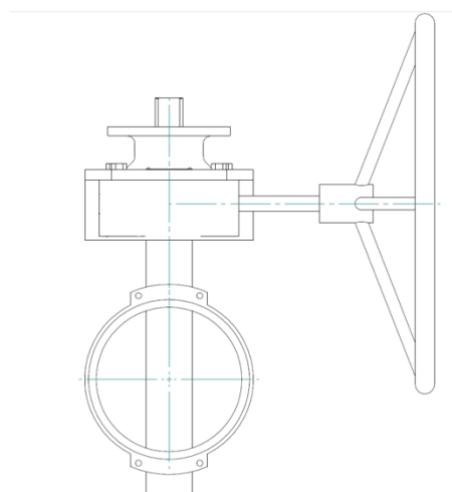

Figura 7: Redutor de velocidades perpendicular à válvula
9. O redutor é montado perpendicularmente à válvula (ver figura 7).